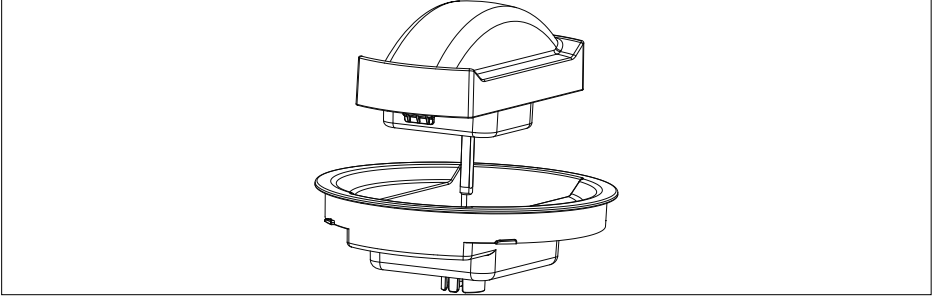

Fig. 5
- ▶ Montez le bloc-moteur sur le couvercle (voir fig. 5).